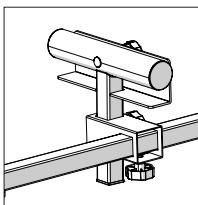

Fig. 5
- Sätt in arbetsstödposten i bygeln och läs på plats med en låsknapp. (**Fig. 5**)